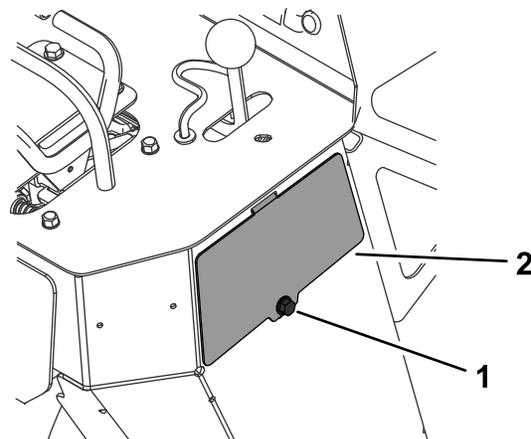

Figura 56
3. Rimuovete il bullone e il pannello di accesso sul lato destro della macchina (Figura 56).
5. Montate il pannello di accesso e fissatelo con il bullone (Figura 56).